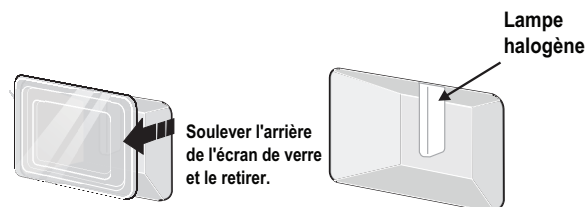

Figure 31 : Bouclier thermique et l'ampoule
2. Pour retirer le bouclier thermique de la lampe, le soulever de l'arrière vers l'intérieur du four de manière à le tirer du côté four. Le bouclier thermique devrait sortir facilement en poussant un peu vers l'avant des parois du four (Figure 31).